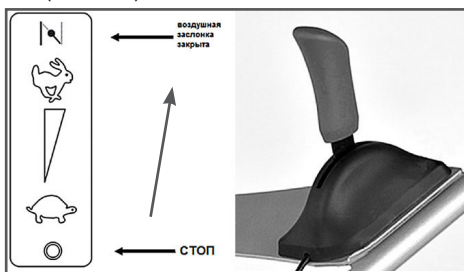

Рис. 12 Положение рычага газа при запуске двигателя
1. Установите рычаг газа в положение «Воздушная заслонка закрыта» (Рис.12 ).